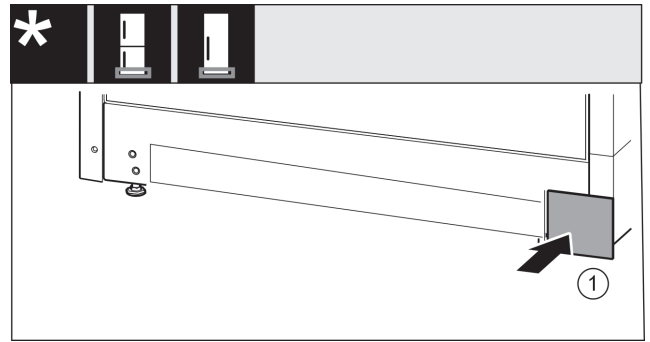

Fig. 16
- ▶ Abdeckung auf der anderen Seite wieder aufsetzen. Fig. 16 (1)